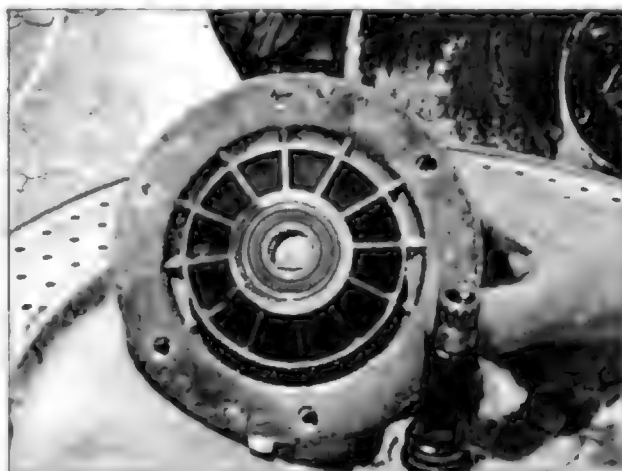

Рис. 1.8.8
- используя в качестве оправок опоры от старых подшипников, устанавливают (запрессовывают) новые подшипники. Внешний вид УП с установленными новыми подшипниками показан на рис. 1.8.8. Смазывают подшипники консистентной смазкой;